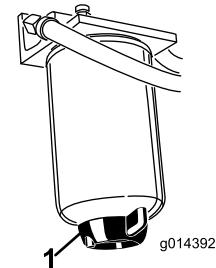

図 29
水セパレータ 図 29 の水抜きは毎日おこなって異物を除去してください。400運転時間ごとにフィルタのキャニスタを交換してください。
2. フィルタ容器 図 29 下部のドレンプラグをゆるめて水や異物を流し出す。